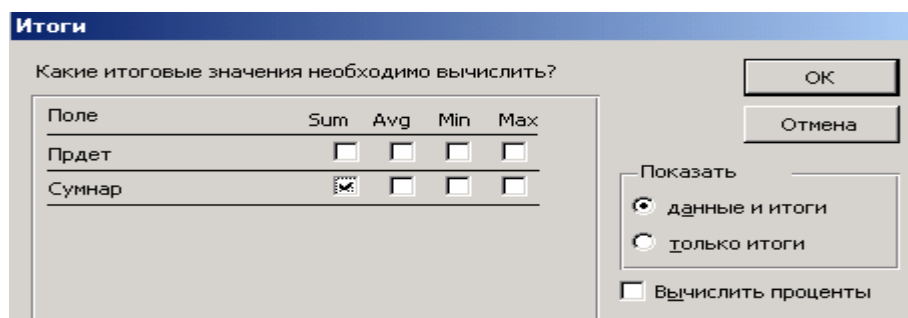

Рис. 21. Третий шаг Мастера отчетов
- установите флажок в столбце Sum напротив поля «Сумнар», рис.21;